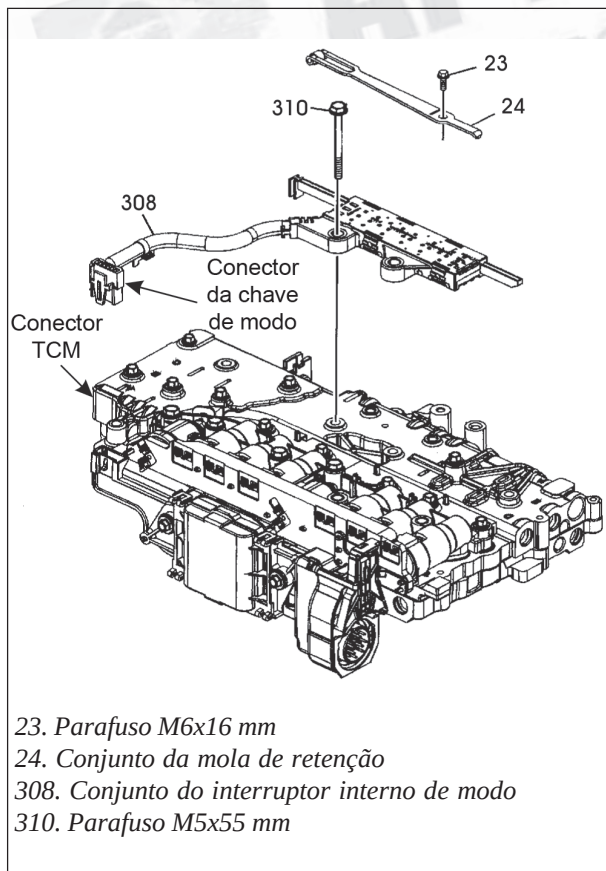

Figura 137
2. Desconecte o conector elétrico do sensor de posição da alavanca (interruptor de modo) do corpo de solenóides, conforme mostra a figura 137.
3. Remova o conjunto do interruptor interno de modo, conforme mostra a figura 137.